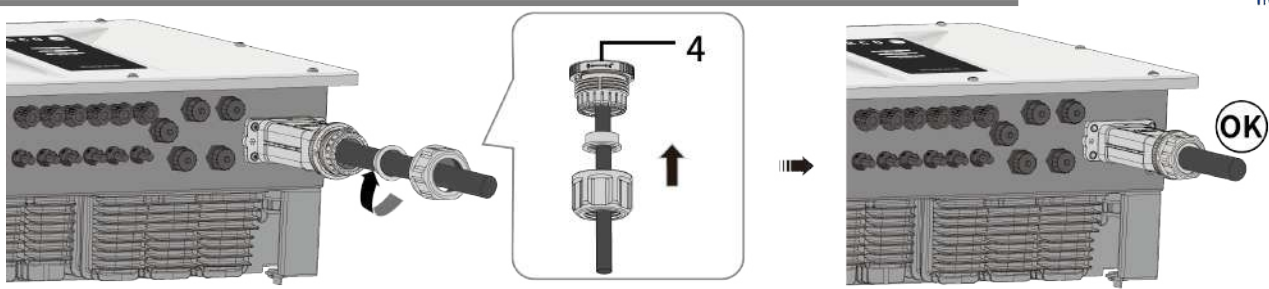

Abb. 20. AC-Abdeckung aufsetzen und Mutter festschrauben.
4. Ziehen Sie die Mutter mit einem Gabelschlüssel an und schließen Sie die Installation mit einem „Klick, Klick“ ab [$\times W_{50}$ / $\text{m} 10,0$ Nm] (siehe Abb. 20)